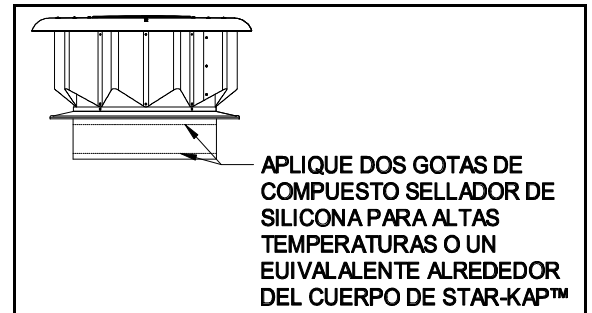

Figura 2
1. Antes de la instalación, aplique dos gotas de compuesto sellador de silicona para altas temperaturas o un equivalente alrededor del fondo del collarín y una pulgada encima del extremo del cuerpo del Starkap™. (Ver Figura 2)